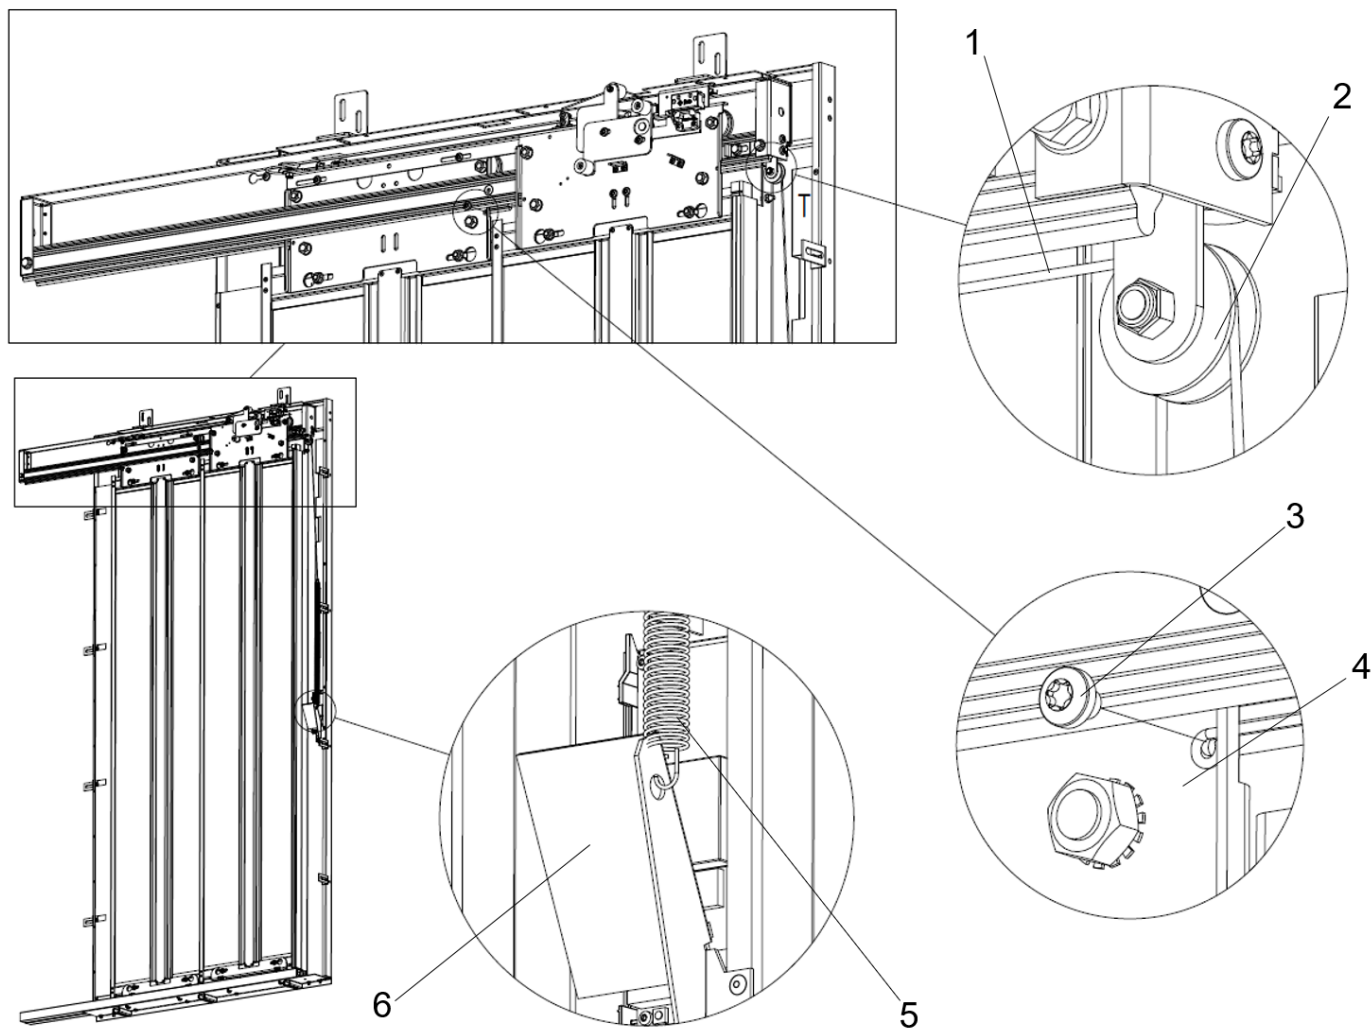

Fig. 52 Byte av stängningsfjäder
1. Lossa skruven (3) som håller stängningsvajern (1) i den långsamma dörrpanelens upphängningsplatta (4), se Fig. 52.
2. Haka ur stängningsfjädern (5) ur CiDis-hållaren (6) på dörramen.
3. Ersätt stängningsvajern och fjädern med nya delar med samma mått. Säkerställ att stängningsvajern går runt rullen (2) för stängningsvajern.